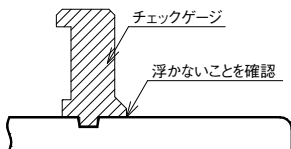

図85 溝深さの確認
(4) 加工完了後、所定の寸法になっていることをGX形専用のチェックゲージおよびメジャーを用いて下記の方法で確認する。
- ① チェックゲージを加工後の溝に入れて、挿し口全周にわたって浮かないことを確認する(図85)。チェックゲージが浮く場合、溝が浅いので再度溝切加工を行う。